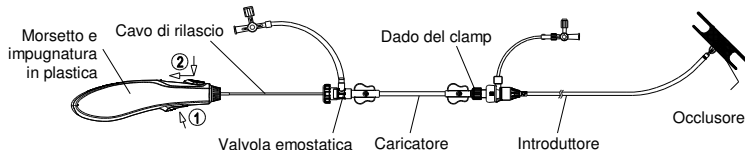

Figura 9. Illustrazione del rilascio dell'occlusore
- Mantenere l'introduttore a contatto con il raccordo dell'occlusore, quindi tirare delicatamente il cavo all'indietro finché non si separa dall'occlusore. Infine rimuovere il cavo di rilascio e l'introduttore dal paziente (vedere la **Figura 9**).